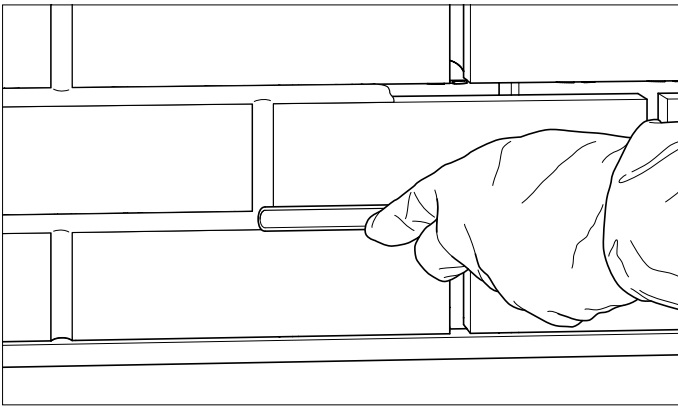

FIGURA 18
- La práctica común sugiere dar el acabado final de juntas verticales (cabeza), seguidas de las juntas horizontales (de la cama) para que la junta horizontal muestre un perfil consistente. El acabado final de las juntas se puede lograr presionando hacia adelante con el lado posterior (talón) del marcador de juntas o tirando hacia atrás con la parte frontal del marcador de juntas (consulte la Figura 18). Todas las juntas deben estar completamente llenas. Si es necesario, se puede usar mortero golpeado desde la pared para llenar pequeños huecos.